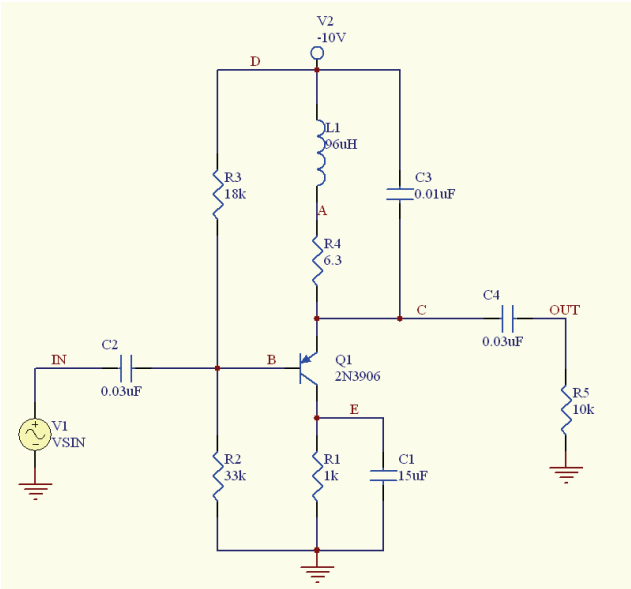

图 4-31 带通放大器电路实例
1) 生成原理图文件。这是进行仿真的基础和前提。在此实例中，采用如图 4-31 所示的模拟电路。